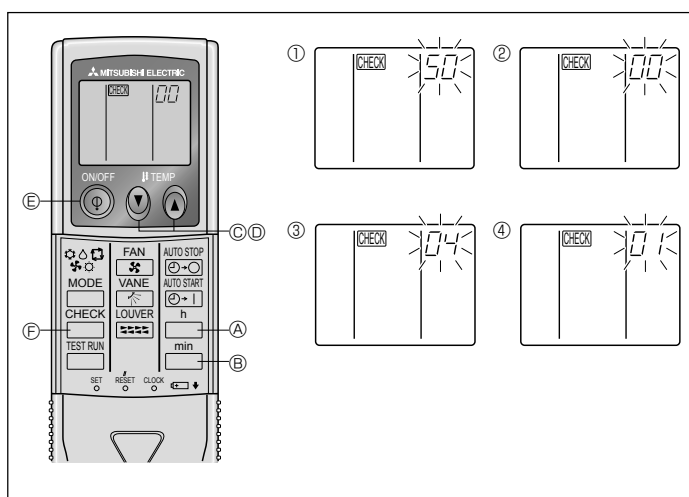

Fig. 6-10
- ⑦ Prima o botão MODE h e o modo e o número de definição (I) e (II) alteram para continuamente ligados e o conteúdo da definição pode ser confirmado.
- ⑧ Pressione as teclas FILTER h e TEST RUN h simultaneamente por pelo menos dois segundos. O ecrã de selecção da função desaparecerá momentaneamente e a indicação do condicionador de ar desligado (OFF) irá aparecer.
2) Para controlo remoto sem fio (Fig. 6-10)